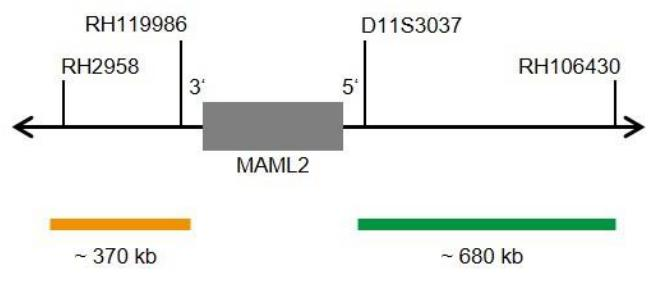

Fig. 1: SPEC MAML2 Mapa da sonda (sem escala)
- Polinucleótidos (~10 ng/μl) com marcação ZyGreen (excitação 503 nm/emissão 528 nm), dirigidos ao mapeamento de sequências alvo em 11q21* (chr11:96,115,829-96,797,136) distais ao ponto de quebra do gene MAML2 (ver Fig. 1).
- Polinucleótidos (~4.5 ng/μl) com marcação ZyOrange (excitação 547 nm/emissão 572 nm), dirigidos ao mapeamento de sequências alvo em 11q21* (chr11:95,296,828-95,668,215) proximais ao ponto de quebra do gene MAML2 (ver Fig. 1).